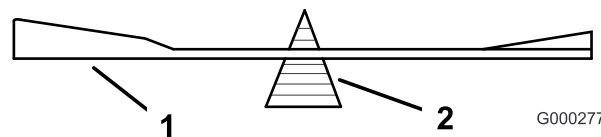
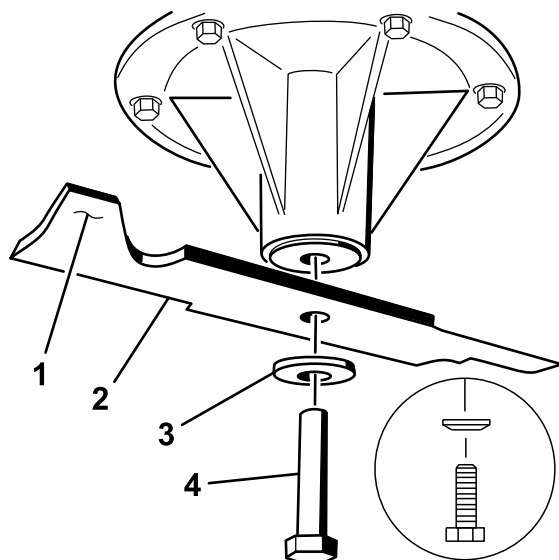

Figure 100
Figure 101
2. Vérifiez l'équilibre de la lame en la plaçant sur un équilibreur (Figure 100). Si la lame reste horizontale, elle est équilibrée et peut être utilisée. Si la lame est déséquilibrée, limez un peu l'extrémité de la partie relevée seulement (Figure 101). Répétez cette procédure jusqu'à ce que la lame soit équilibrée.
1. Reposez sur les axes, les lames gauche et centrale, les rondelles bombées et les boulons de lame (Figure 101 et Figure 102).
Remarque: Le cône de la rondelle bombée doit être dirigé vers la tête du boulon (Figure 101).
2. Posez sur l'axe, la lame droite, la rondelle bombée et le boulon (fileté à gauche) (Figure 101 et Figure 102).